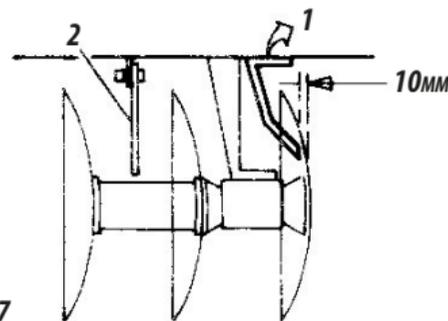

FIGURA 7
- Fijar los limpiadores (1) **figura 7** en las armaciones delantera y trasera dejando una holgura alrededor de 10 mm entre el disco y el limpiador.
- Colocar también los limpiadores centrales (2), **figura 7** en las armaciones delantera y trasera.